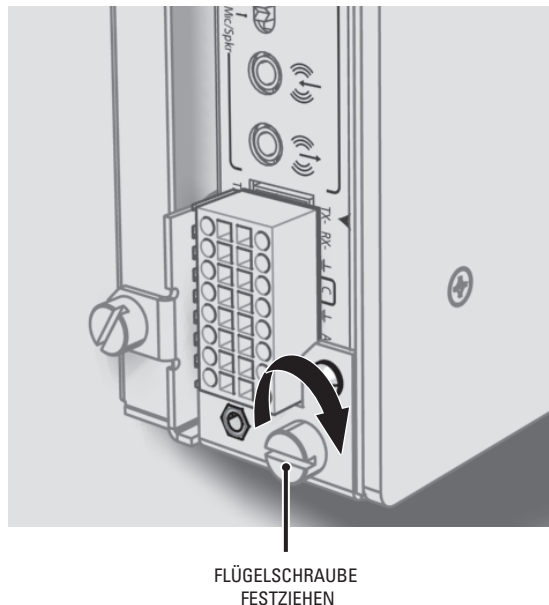

Abbildung 7. Festziehen der Flügelschraube zum Sichern des Geräts
3. Ziehen Sie die Flügelschraube am Wandbefestigungssatz fest, um das Gerät zu sichern (siehe Abbildung 7).